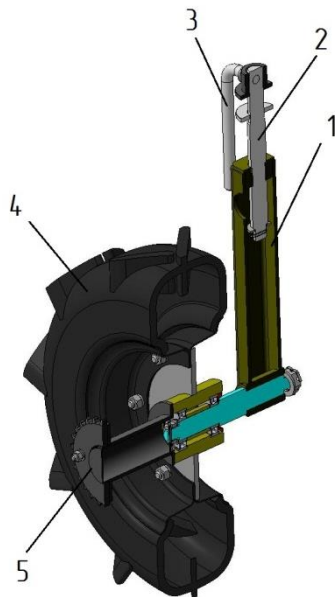

Рисунок 3 – Колесо приводное
3.3 Колесо приводное (рисунок 3) предназначено для придания вращения к механизму внесения удобрений. Состоит из стойки 1 с винтом 2 для регулировки по высоте, шины с диском 4 и приводной звездочки 5. Регулировка колеса осуществляется вращением рукоятки 3.